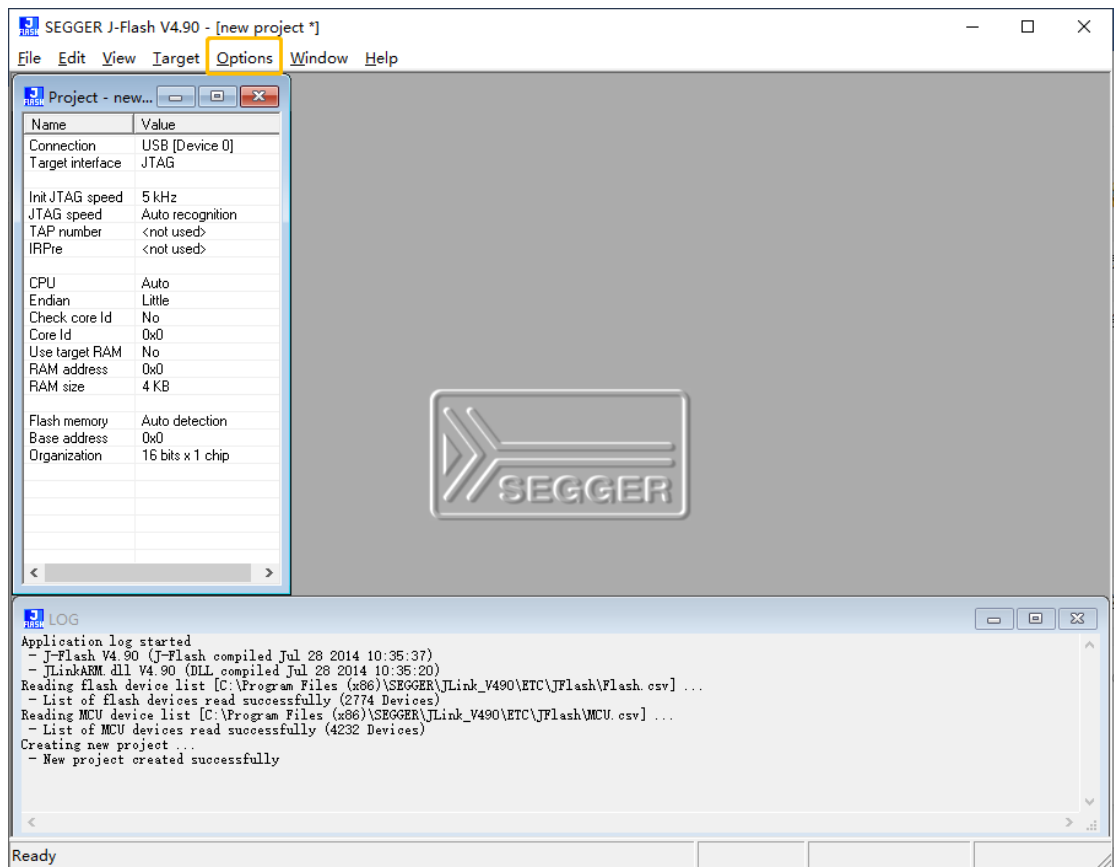

图 2
- 3 点击 options 选择 project settings 选项 进入参数设置界面，如图 2。